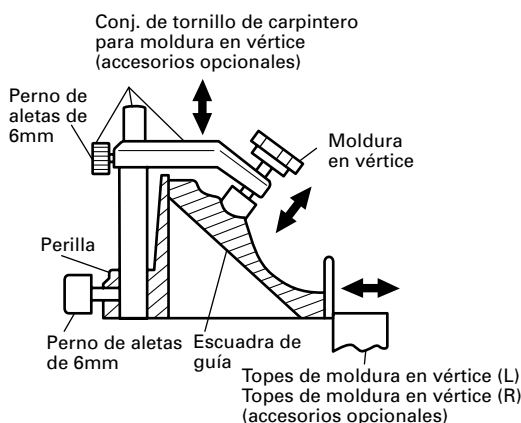

Fig. 34-b
- (1) Las topes de moldura en vértice (L) y (R) (accesorios opcionales) permiten facilitar los cortes de la moldura en vértice, sin inclinar la hoja de sierra. Instálelas en ambos lados de la base, tal como se muestra en la Fig. 34-a. Después de la inserción, apriete el perno de perilla de 6mm para asegurar los toques de moldura en vértice.